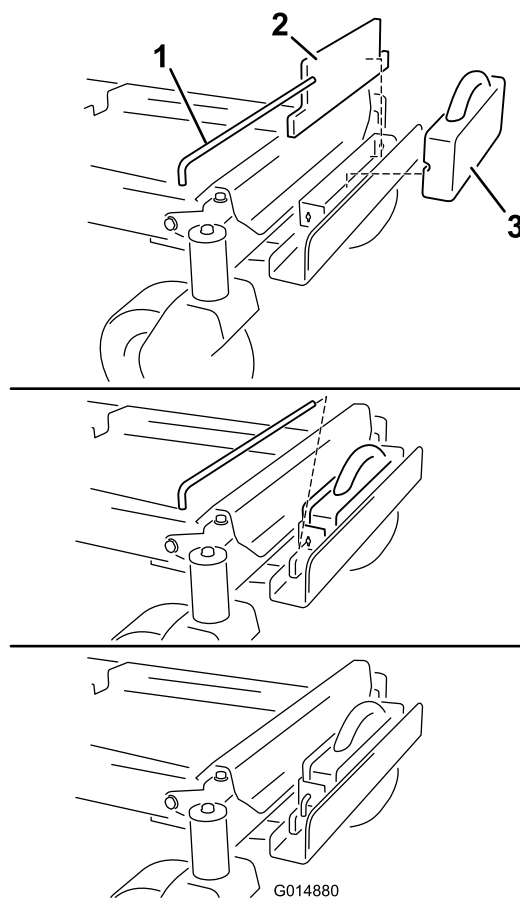

Figura 7
7. Instale un peso plano en la bandeja del peso y muévelo hacia atrás contra el borde de la bandeja (Figura 7).
8. Instale un peso de maletín delante del peso plano (Figura 7). La ranura del peso de maletín debe estar orientada hacia atrás.
9. Sujete los pesos a la bandeja con una varilla de traba (Figura 7). Instale la varilla y gírela 90 grados hacia abajo para bloquearla en su sitio.